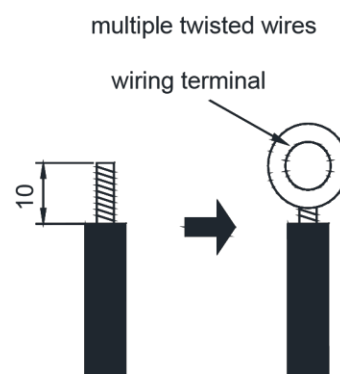

Рис.5.1.2
- (2) Соединение многожильного провода (рис.5.1.2)